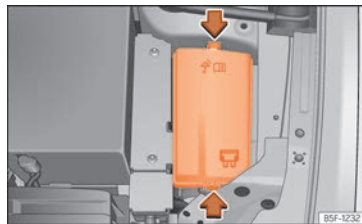

Abb. 56 Im Motorraum: Abdeckung des Sicherungskastens.
- Drücken Sie die Verriegelungslaschen, um die Abdeckung des Sicherungskastens zu entriegeln »» **Abb. 56**.